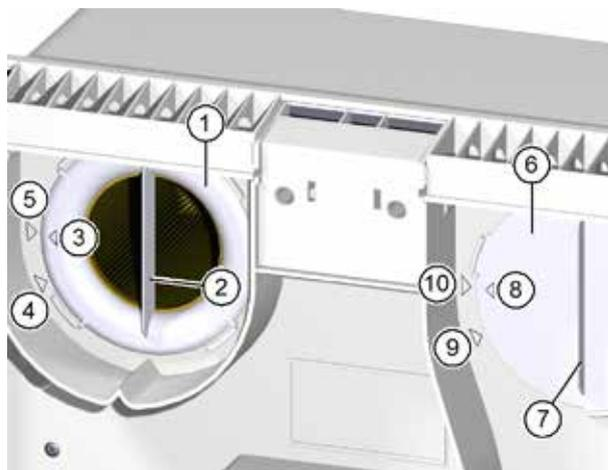

Fig. 14: Estrazione del filtro
- ▶ Ruotare l'anello del filtro (pos. 1 nella Fig. 14) nella maniglia (pos. 2 nella Fig. 14) in senso antiorario finché la freccia dell'anello del filtro (pos. 3 nella Fig. 14) è rivolta verso la freccia della posizione di estrazione (pos. 4 nella Fig. 14).
- ▶ Ruotare il coperchio del filtro (pos. 6 nella Fig. 14) con la maniglia (pos. 7 nella Fig. 14) in senso antiorario finché la freccia (pos. 8 nella Fig. 14) sul coperchio del filtro è rivolta verso la posizione di estrazione (pos. 9 nella Fig. 14).
- ▶ Accertarsi che l'anello del filtro sia posizionato in modo che la freccia sull'anello del filtro (pos. 3 nella Fig. 14, pagina 21) sia allineata con quella della posizione di prelievo (pos. 4 nella Fig. 14, pagina 21).
- ▶ Ruotare l'anello del filtro in senso orario finché la freccia sull'anello del filtro (pos. 3 nella Fig. 14, pagina 21) è allineata con quella della posizione d'arresto (pos. 5 in Fig. 14, pagina 21).
- ▶ Controllare la posizione dell'anello e del coperchio del filtro. Le maniglie devono essere in posizione verticale e le frecce sull'anello e sul coperchio del filtro devono essere allineate con quelle della posizione d'arresto (vedere la Fig. 14, pagina 21).